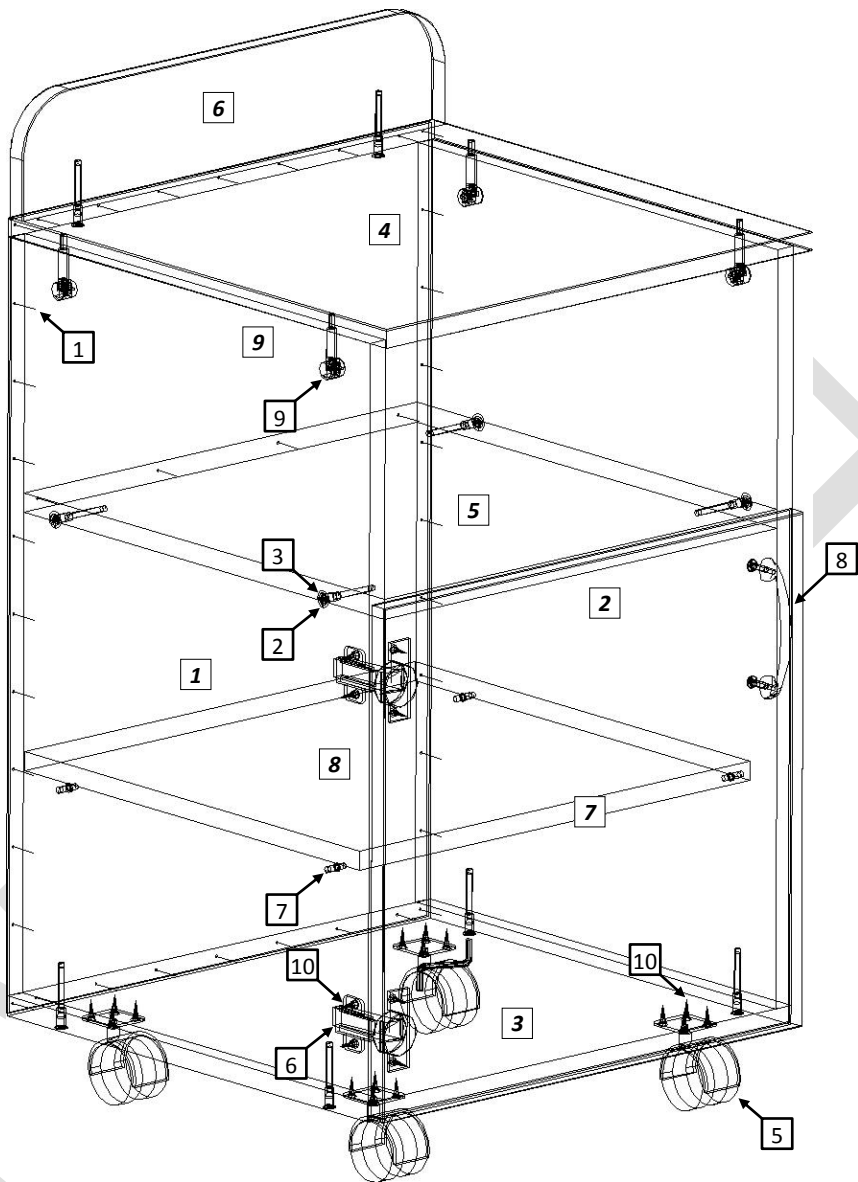

Рис. 1
4.1 Внимательно ознакомьтесь со схемой сборки, изображённой на рис. 1, сверяясь с комплектовочной ведомостью на изделие. Согласно позициям на схеме и комплект. ведомости определите расположение деталей в изделии и порядок их сборки. Сборка производится на ровном полу, укрытом материалом, предотвращающим повреждение покрытия пола и деталей мебели. Подготовьте необходимые для сборки инструменты – плоскую и крестовую отвёртки, молоток, рулетку или линейку.
4.3 Евровинтами (2), как показано на рис. 1, соедините вертикал. ст. [1, 2] с горизонт. стенками [3,5]. Установите крышку. Затяжка соединения производится путём поворота эксцентриков до упора в направлении стрелки, выштампованной на корпусе стяжки. Гвоздями (1) закрепите зад. стенку ДВПО [9]. Головки евровинтов (2) закройте заглушками (3).